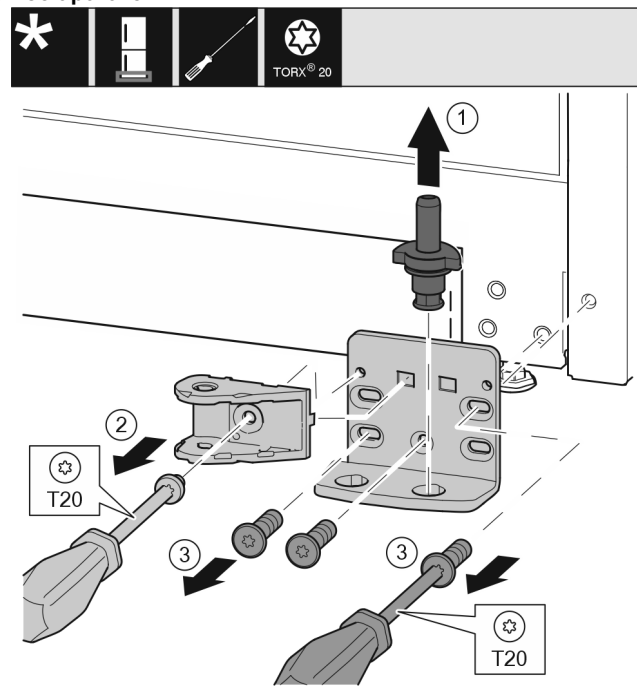

Fig. 34 *
- ▶ Ležajni sornik v celoti izvlecite navzgor. Fig. 34 (1)*
- ▶ Vijak odvijte z izvijačem T20 in snemite spoj blažilnika za zapiranje vrat. Fig. 34 (2)
- ▶ Vijake odvijte z izvijačem T20 in snemite ležajni podstavek. Fig. 34 (3)*